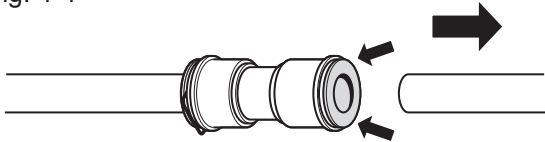

Fig. 4-5
1. Allentare la vite del coperchio con cerniera e rimuovere il coperchio (Fig. 4-5). Scollegare tutti i cavi ad eccezione del cavo della messa a terra.